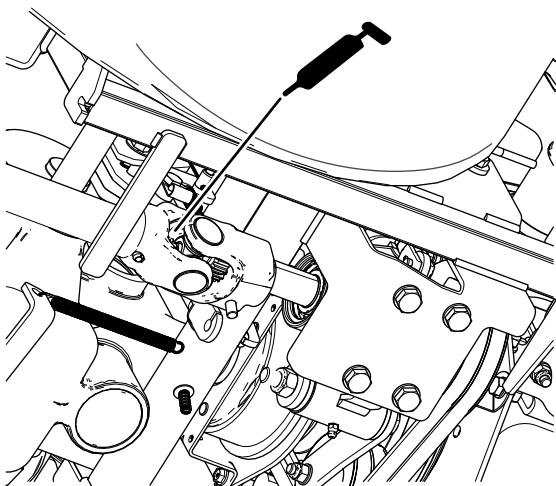

Figura 47
- Junta em U traseira do veio de transmissão na PTO (Figura 47).